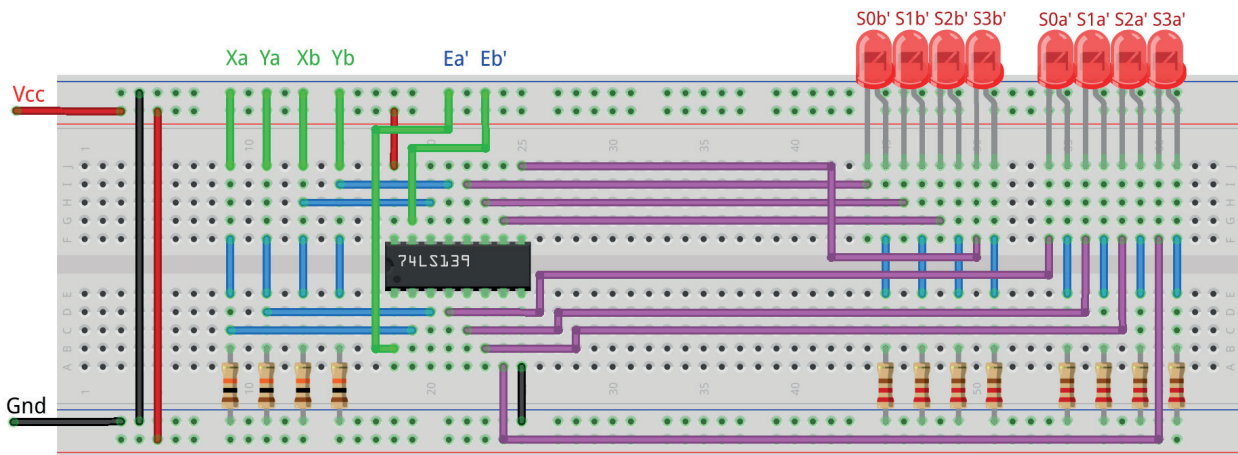

Figura 7.15 – Disposição dos componentes na placa de montagem.
- Monte o circuito na placa de montagem, conforme figura 7.15.